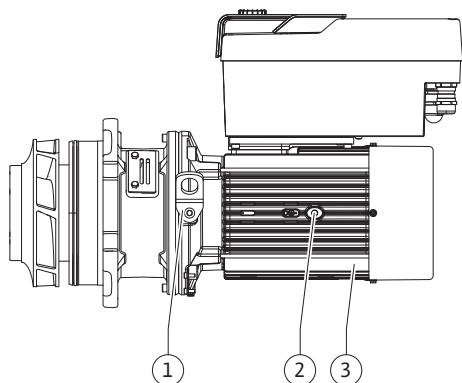

Fig. 108: Vtični komplet
13. Vtični komplet (glejte Fig. 108) vstavite v ohišje črpalke pod prejšnjim ali drugim želenim kotom. Pri tem upoštevajte dopusten vgradni položaj komponent (glejte poglavje »Dovoljeni vgradni položaji in spremembe razporeditve komponent pred vgradnjo« [► 21]).